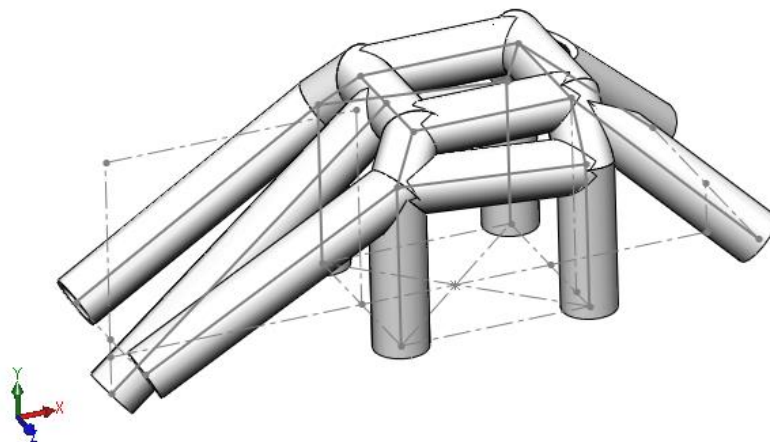

Figura 1.19 - Modelo visualizado com a configuração de perfil pré-existente
3.5. Observe que não é possível selecionar novos segmentos para este mesmo grupo. Isso acontece porque nenhuma outra linha continua o caminho lógico de união. Assim, para selecionar mais entidades, selecione a opção **Novo grupo** (Fig. 1.18) e faça um novo caminho. Repita este procedimento até selecionar todos os segmentos. Após todos segmentos selecionados, clique em . Um modelo semelhante ao da Figura 1.19 deverá ser exibido.